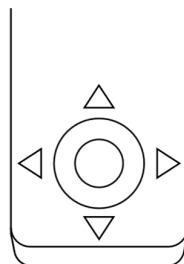

Figure 8 - Positionnement du fauteuil avec le joystick placé sur la base du fauteuil
- △ (Nord) Sélection de la dernière position utilisée. Voir la Figure 8.